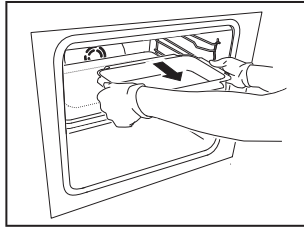

Fig. 2
2. Puis utilisez les poignées latérales pour saisir et retirer complètement le récipient de cuisson avec plus de facilité (Fig. 2).